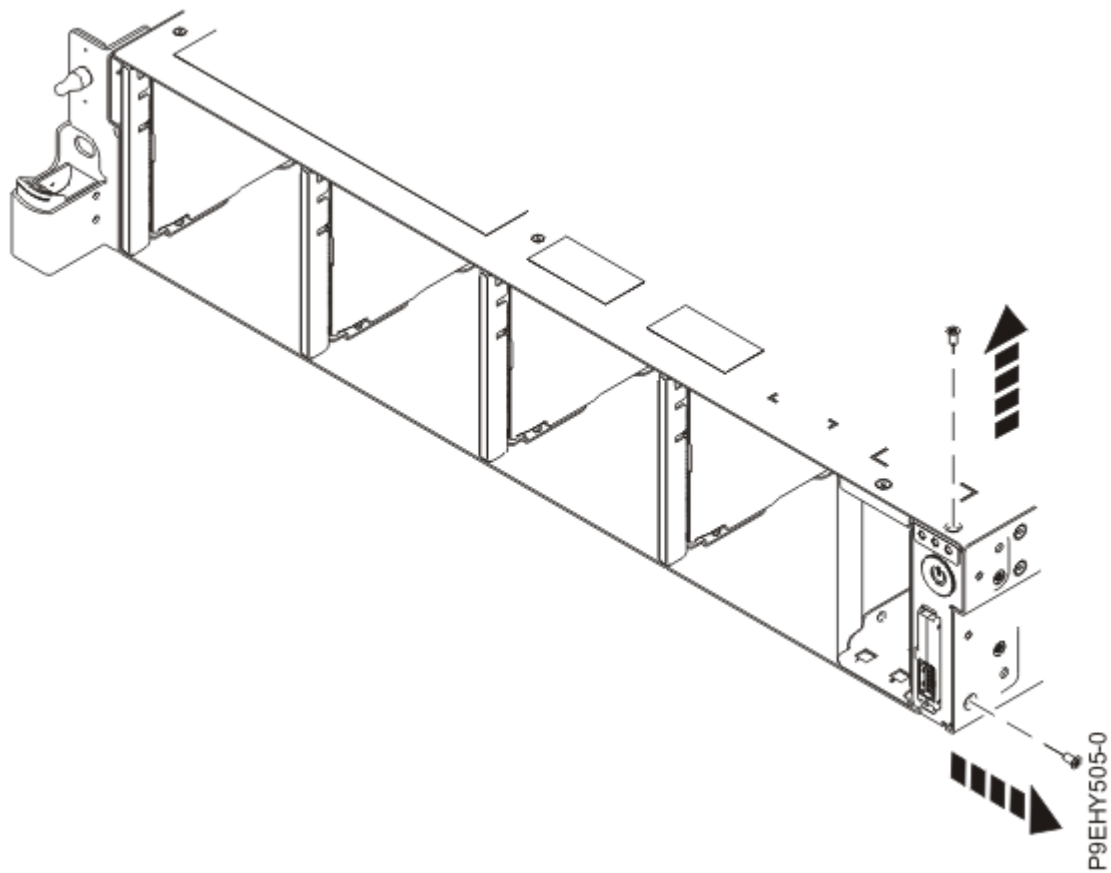

Figure 170. Retrait des vis supérieure et latérale
7. Retirez les vis supérieure et latérale de l'interrupteur d'alimentation, comme illustré dans la Figure 170, à la page 189.